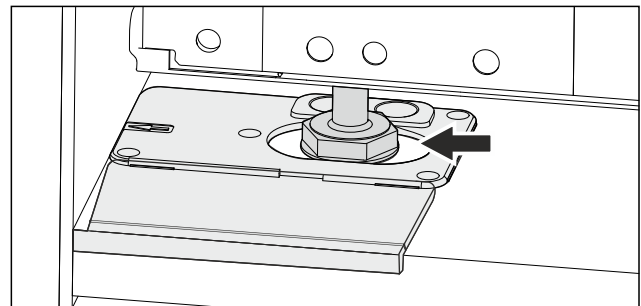

Fig. 51
- Aligner l'appareil à l'aide des pieds réglables. Fig. 51 ()